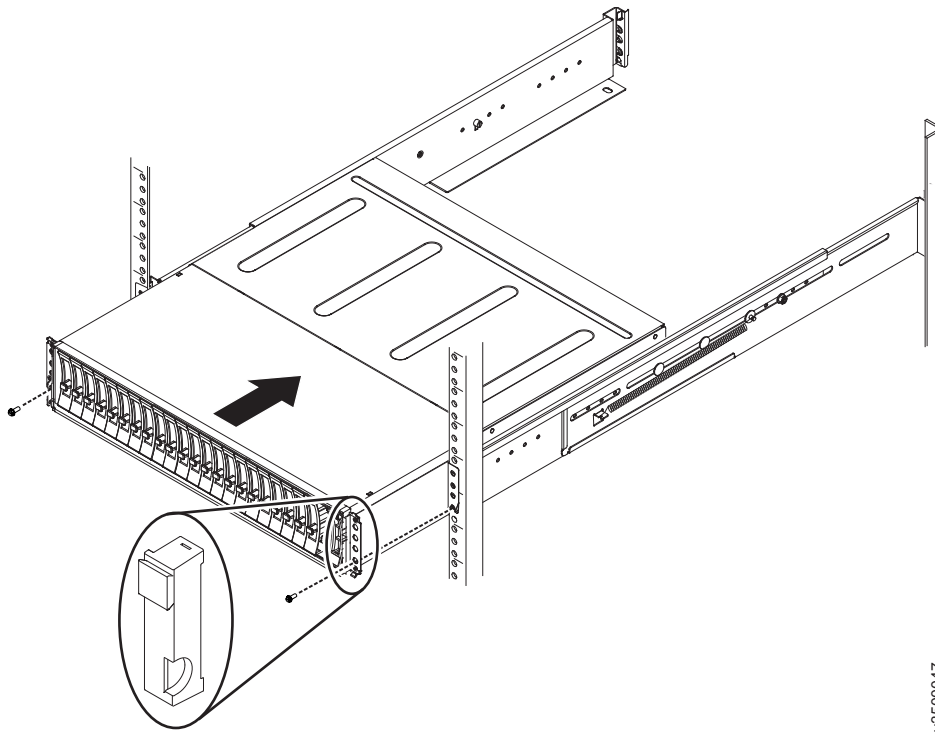

Abbildung 38. Gehäuse in das Rack einschieben
3. Schieben Sie das Gehäuse vorsichtig entlang der Schienen bis zum Anschlag in das Rack (siehe Abb. 38 auf Seite 35).
5. Installieren Sie die linke und die rechte Abschlusskappe erneut. Siehe Abb. 38. Die linke Abschlusskappe verfügt über Anzeigerfenster, die an den Status-LEDs (Leuchtdioden) am Rand des Gehäuses ausgerichtet sind.